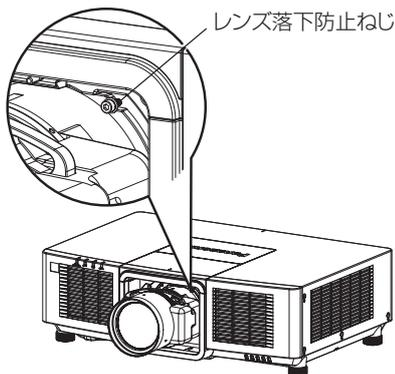

図 1
1) 防じんスポンジを取り外す (図 1)
- ズームレンズ（品番：ET-EMU100）以外の投写レンズを取り付けている場合は、投写レンズの右側にあるねじを、六角ボールポイントドライバーで取り外してください。（図 1）